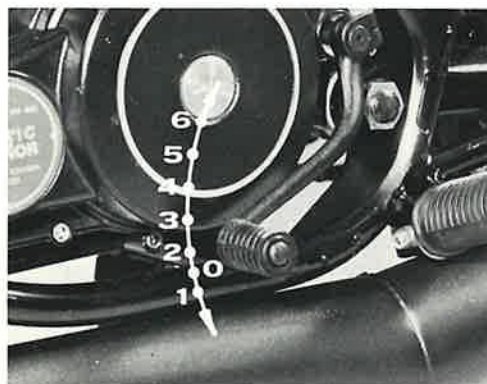

Fig. 7 - Pedale selettore
- Mettere il cambio in posizione di folle (Fig. 7) (deve accendersi la spia verde sul cruscotto)
- Dopo aver fatto girare in folle il motore per alcuni minuti in modo da portarlo a temperatura ottimale di esercizio ed abbassato la leva dello starter, tirare a fondo la leva della frizione e innestare la 1ª marcia (pedale verso il basso Fig. 7).